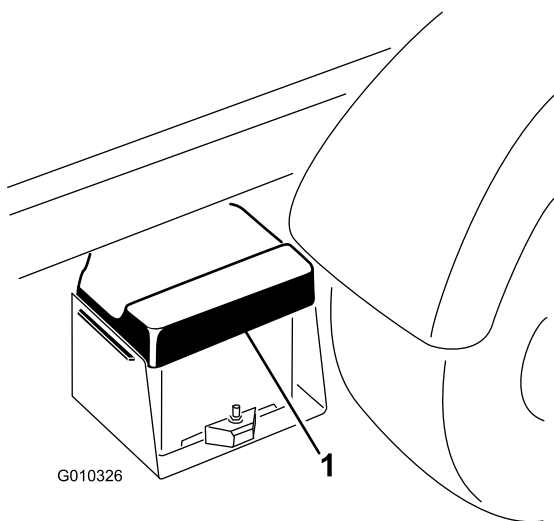

図 47
1. バッテリーカバーを握り込んで、タブをバッテリーベースから外す。バッテリーベースからバッテリーを取り外す（図 47）。